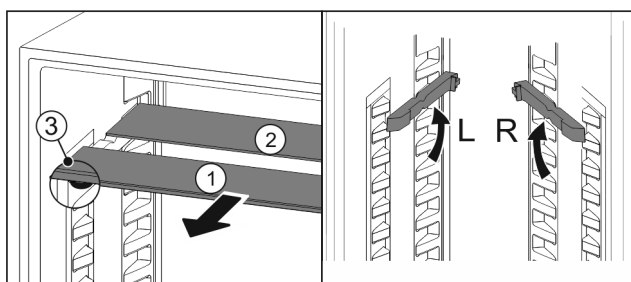

Fig. 76
- ▶ Dra ut Fig. 76 (1) glashyllorna framåt en i taget.
- ▷ Glashyllan Fig. 76 (1) med dekorlisten ligger längst fram.
- ▷ Stoppklackarna Fig. 76 (3) är vända nedåt.